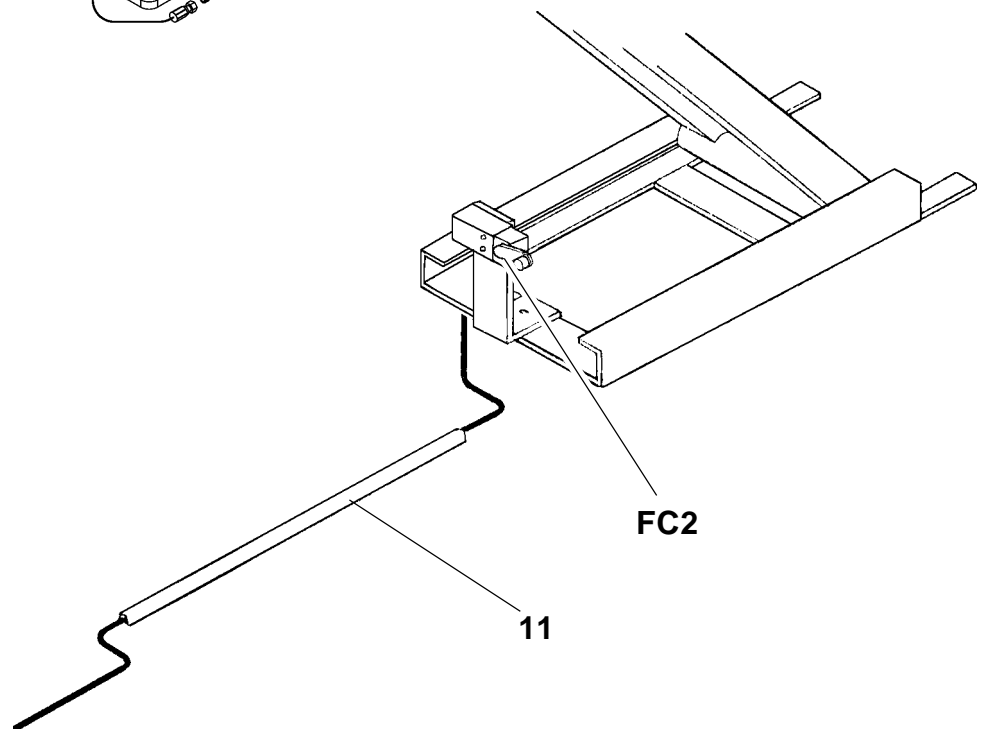

Fig. 25
EV5, EV6, EV7, EV8 ai pressostati CP1, CP2, (vedi Fig.25).
EV5, EV6, EV7, EV8 to the pressure gauges CP1, CP2, (see Fig. 25).
EV4, EV5, EV6, EV7, EV8 an die Druckwächter CP1, CP2, (siehe Abb. 25). Den Mikroschalter **FC2** unter der Fahrbahn **P1** positionieren, das Kabel in die Kabelführung verlegen (**11**) und an die Klemmleiste im Schaltschrank anschliessen (siehe Abb. 23). Die Kabelführung über die dazu vorgesehenen Dübel am Fussboden verdübeln. Nun die Fahrbahn **P2** im Grubeninnern positionieren und die auf Abb. 18 angegebenen Masse einhalten, speziell die Quote 870⁺³ zwischen den Fahrbahnen, indem die Unterlegscheiben (2) unter die Einstellschrauben (1) des Grundrahmens gelegt werden.
Connecter les câbles du pupitre de commande aux électrovalves **EV4, EV5, EV6, EV7, EV8** aux pressostats **CP1, CP2**, (voir Fig. 25). Positionner le microrupteur **FC2** sous le chemin de roulement **P1**, introduire le câble dans le cheminement (**11**) et le raccorder à la barrette de connexion située dans le pupitre de commande (voir Fig. 23). Fixer le cheminement au sol au moyen des vis tamponnées spéciales. Positionner maintenant le chemin de roulement **P2** à l'intérieur de la fosse, en respectant les mesures indiquées à la Fig. 18 et, d'une manière particulière, la cote 870⁺³ entre les chemins de roulement en introduisant les cales (2) sous les vis de réglage (1).
electroválvulas **EV4, EV5, EV6, EV7, EV8** a los presostatos **CP1, CP2**, (ver Fig. 25). Coloque el microinterruptor **FC2** debajo de la plataforma **P1**, enlazar el cable en el conducto (**11**) y conectarlo al tablero de bornes del panel de mando (ver Fig. 23). Fije el conducto en el suelo con los tacos apropiados. A continuación, coloque la plataforma **P2** en el interior del foso, respetando las medidas indicadas en la Fig. 18 y en particular la cuota 870⁺³ entre las plataformas, poniendo los espesores (2) debajo de los tornillos (1) de ajuste de las bases.